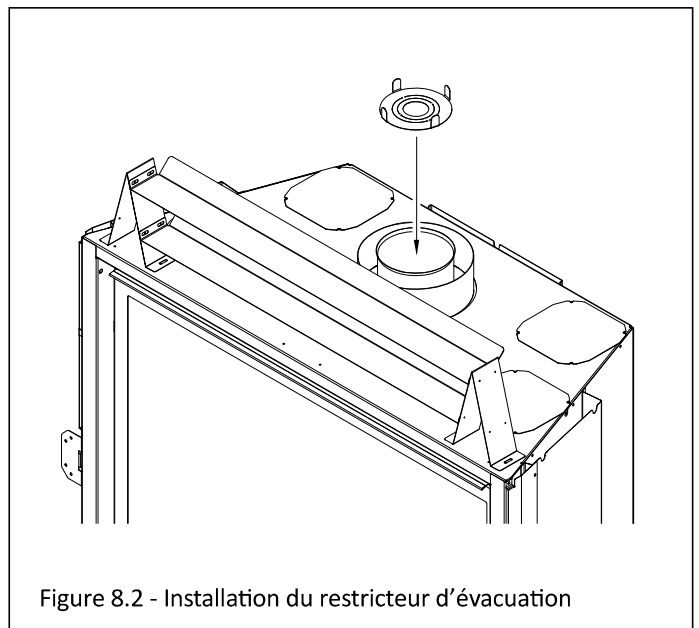

Figure 8.2 - Installation du restricteur d'évacuation
- La plaque de restriction est expédiée avec tous les anneaux intérieurs intacts et, une fois installée, elle offre la restriction d'évacuation la plus élevée. Les (2) anneaux préoccupés du centre peuvent être retirés. Pour créer moins de restriction, retirer seulement le premier anneau du centre; pour créer encore moins de restriction, retirer aussi le deuxième anneau du centre.
- Voir la FIGURE 8.2 pour installer la plaque de restriction avant de raccorder le conduit d'évacuation, ou insérez-la par le déflecteur interne du foyer, si le conduit d'évacuation est déjà raccordé. Pour les recommandations d'ajustement d'évacuation par la plaque de restriction, voir la section 12.2.3, Restriction d'évacuation (après installation).